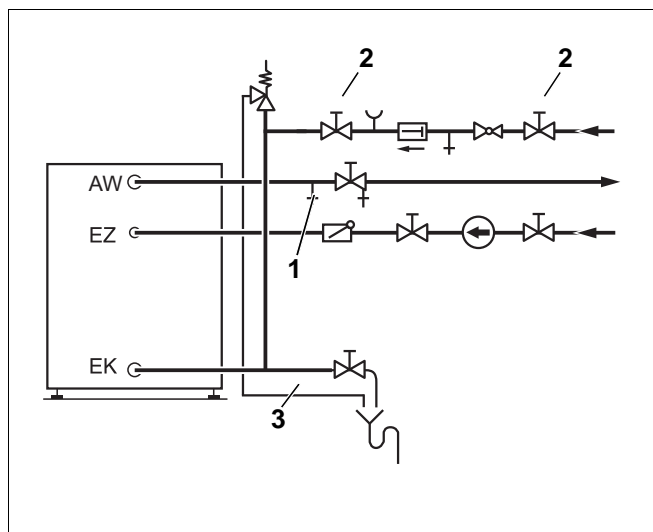

Рис. 10 Монтаж по DIN 1988 (принципиальная схема)
- Для удаления воздуха из бака-водонагревателя откройте вентиль продувки и выпуска воздуха (рис. 10, [1]) или наиболее высоко расположенный водоразборный кран.
- Для заполнения бака откройте запорный вентиль на входе холодной воды ЕК (рис. 10, [2]).
- Перед нагревом проверьте заполнение водой отопительного котла, бака-водонагревателя и трубопроводов. Для этого откройте вентиль продувки и выпуска воздуха (рис. 10, [1]).
- Держите постоянно открытым дренажный трубопровод предохранительного клапана (рис. 10, стр. 13).
- дренажная линия предохранительного клапана (рис. 10, стр. 13) должна быть постоянно открытой.